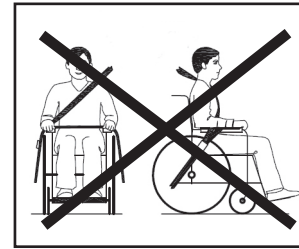

Abbildung 6
- Der Gurt darf keine Rollstuhlteile (wie etwa Armlehnen oder Räder) berühren, dann kann der Körper des Benutzers nicht mehr vollständig unterstützt werden (siehe Abbildung 6).